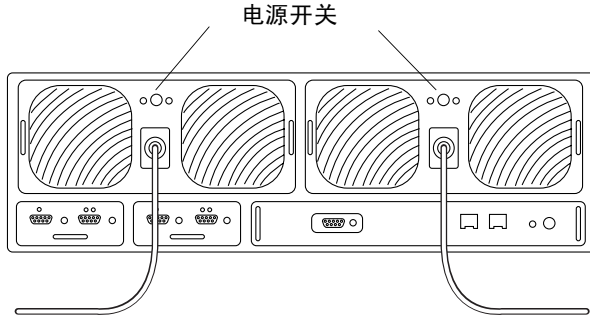

图 3-1 电源开关的位置
3. 按一下各电源及冷却装置上的电源按钮，将开关至于关闭状态 (图 3-1)。